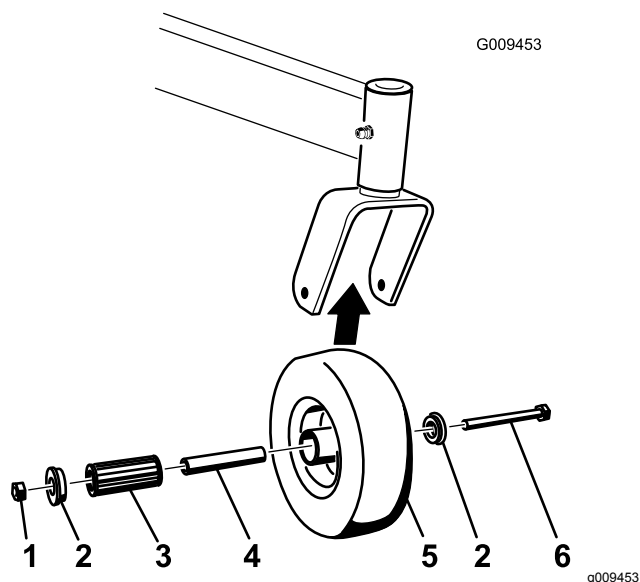

Figure 54
1. Enlevez le contre-écrou et le boulon qui fixent la roue pivotante à la fourche (Figure 54).
2. Enlevez une bague, puis sortez la douille pour clé et le roulement à rouleaux du moyeu de roue (Figure 54).
3. Enlevez l'autre bague du moyeu, puis nettoyez la graisse et les saletés éventuellement présentent dans le moyeu (Figure 54).
- Remarque:** Remplacez les pièces endommagées ou usées (Figure 54).
5. Placez une bague dans le moyeu (Figure 54).
6. Lubrifiez le roulement à rouleaux et la douille pour clé, et insérez-les dans le moyeu (Figure 54).
7. Mettez la deuxième bague dans le moyeu (Figure 54).
8. Montez la roue pivotante dans la chape à l'aide du boulon et du contre-écrou (Figure 54).
9. Serrez le contre-écrou jusqu'à ce que la base de la douille pour clé soit en appui contre l'intérieur de la fourche (Figure 54).